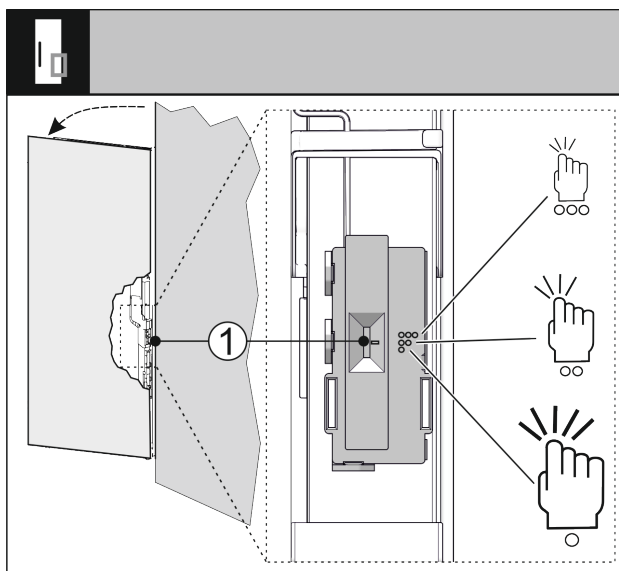

Fig. 98
Citlivost snímače klepání můžete nastavit pomocí spínače Fig. 98 (1). Spínač je na straně závěsu ve spodní třetině dveří.
- ▶ Posuňte spínač Fig. 98 (1) do požadované polohy spínače.